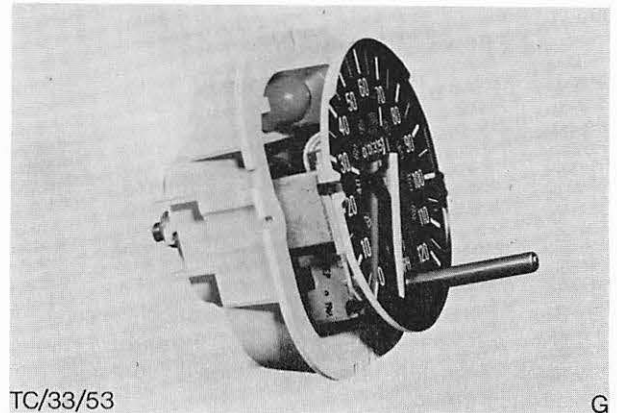

Abb. 22 Geschwindigkeitsmesser kompl.
4. Schrauben entfernen (2 Stk.) und Geschwindigkeitsmesser aus dem Gehäuse herausnehmen. Dichtung und 2 Gummibüchsen entfernen, Abb. 22.